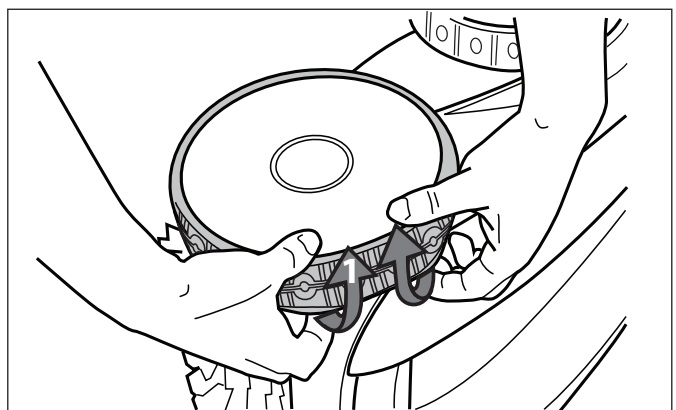

Figura 31. Jale el neumático viejo de la rueda
1. Jale el interior del neumático viejo para retirar el borde del neumático de la rueda (Figura 31).